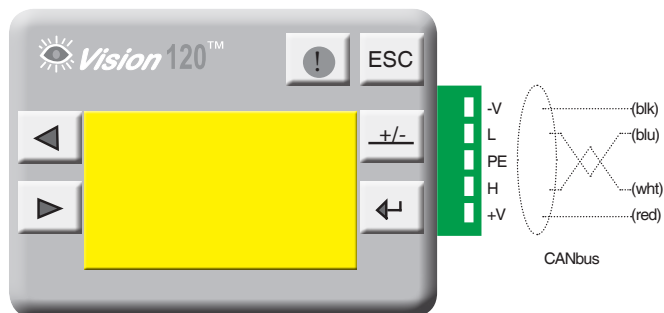

Рис. 5 Подключение сети CANbus
- цифровую шину CANbus для обмена данными MASTER-SLAVE (рис. 5);